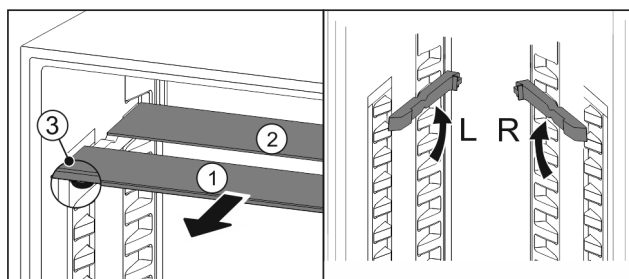

Fig. 62
- Træk glaspladerne ud enkeltvis fremad Fig. 62 (1).
- ▷ Glaspladen Fig. 62 (1) med pyntelisten ligger foran.
- ▷ Stoppene Fig. 62 (3) peger nedad.